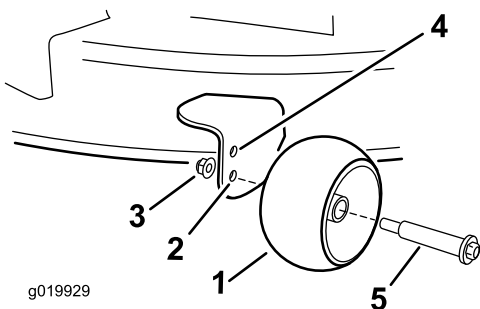

Figura 22
- Furo superior—utilize esta posição com a plataforma de corte nas posições de altura de corte de 63 mm (2-1/2 pol.) e inferiores (Figura 22).
- Furo inferior—utilize esta posição com a plataforma de corte nas posições de altura de corte de 76 mm (3 pol.) e superiores (Figura 22).